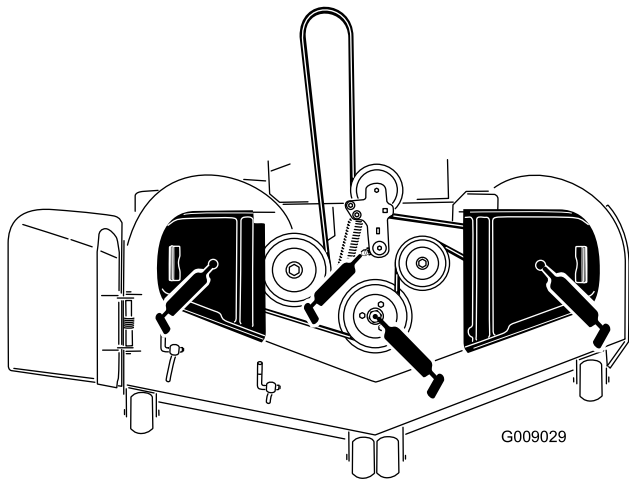

Figura 44
3. Engrase el pivote de la polea tensora de la carcasa de corte hasta que salga grasa por el extremo inferior (Figura 44).
4. Lubrique los engrasadores situados encima de los cojinetes de los 3 ejes hasta que salga grasa (Figura 44).
5. Engrase el brazo tensor de la correa de transmisión (Figura 44).